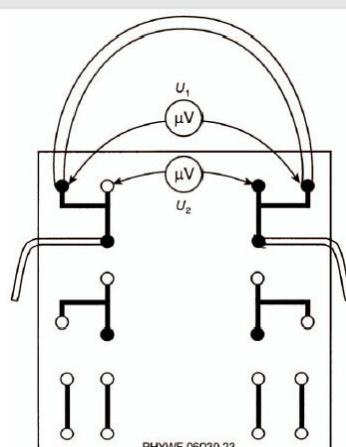

Fig. 3a: Medición de la resistencia de contacto y de la resistividad de los cables de conexión: esquema del montaje
2. Conectar un cable de conexión en el circuito en lugar de la varilla metálica, utilizando dos tomas dobles con orificio en cruz (Fig. 3a). Conectar el voltímetro a las tomas del conector del cable de conexión (de forma similar al método de cuatro hilos; la medición  $U_1$  como se muestra en la Fig. 3). El voltaje no sólo se produce a través de la resistencia de línea pura  $R_1$  pero también a través de las dos resistencias de contacto líneal/enchufe  $R_{1p}$  también.